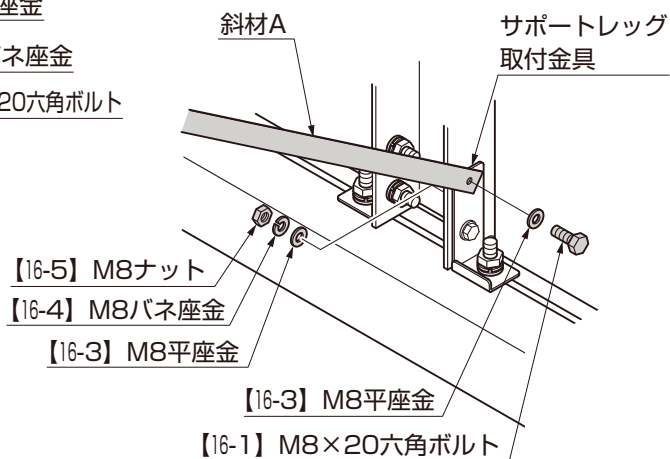

図3-2 B部斜材下部の取付け
- ①斜材A下側をサポートレッグ取付金具に【16-1】、【16-3】、【16-4】、【16-5】を取付けてください。(図3-2参照)